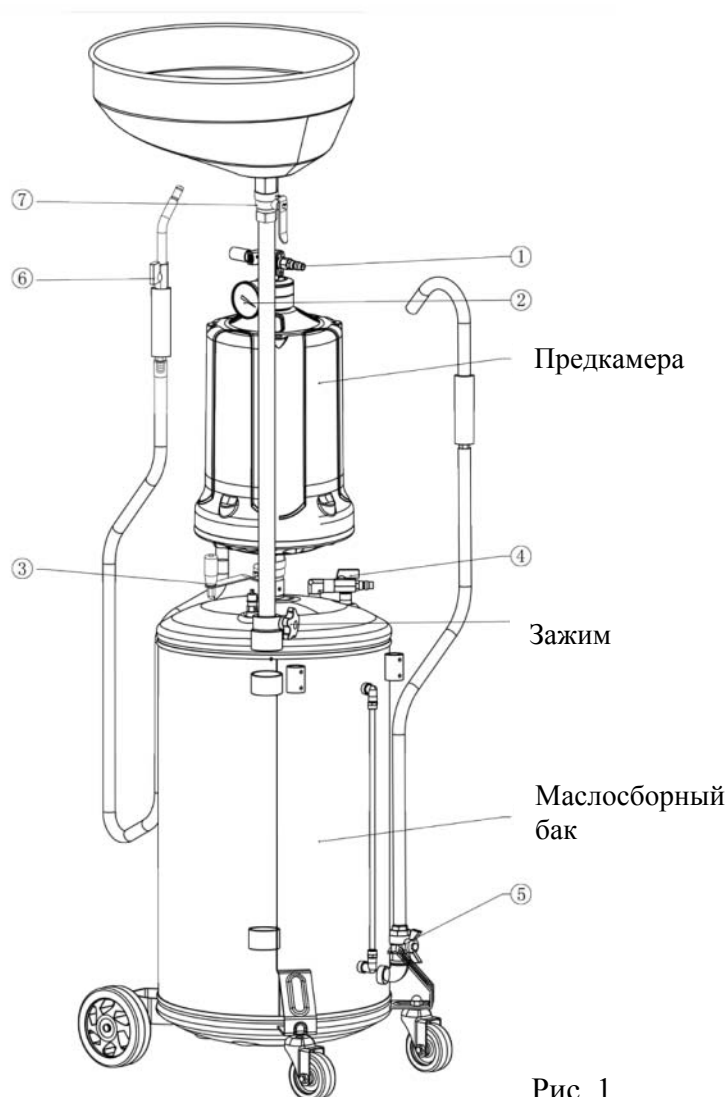

Рис. 1
Вакуумирование стеклянной предкамеры (рис. 1)
1. Закройте шаровой кран (3) на установке (рис. 1) и сливной кран (6) (на сливном шланге).
2. Подключите источник сжатого воздуха к входному воздушному отверстию установки (1).
Вакуумирование предкамеры и маслоборного бака (рис. 1)